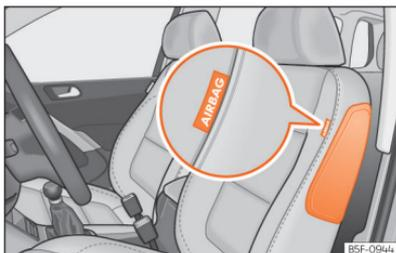
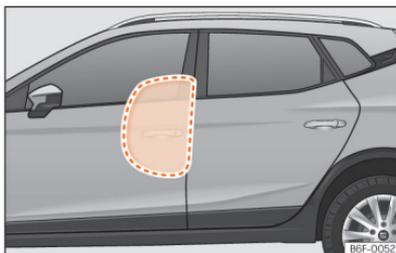

Fig. 31 Airbag lateral no banco do condutor.
Fig. 32 Airbag lateral ativado totalmente no lado esquerdo do veículo.
Os airbags laterais estão localizados nos encostos dos bancos dianteiros >>> **Fig. 31**, >>> **Fig. 32**.
- Assegure-se de que as crianças viajam sentadas corretamente nas suas cadeiras e não colocam a cabeça na zona de insuflação dos airbags laterais >>> **Fig. 32**, uma vez que, se os airbags disparassem, poderiam bater-lhes e causar-lhes lesões graves.